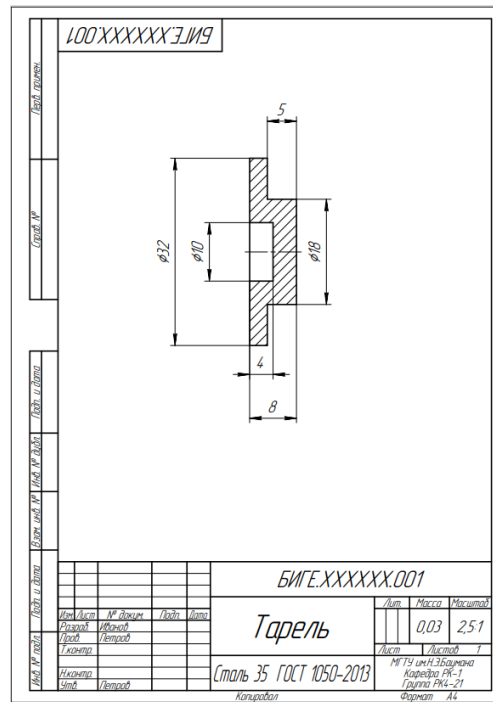

Рис.15 Чертеж детали «Тарель»
- **Черчение – Размеры – Авторазмер** (рис. 15).
- **Заполнить основную надпись.** Внести в соответствующую графу название ВУЗа, Кафедры – РК1 и номер группы (см. рис. 15).